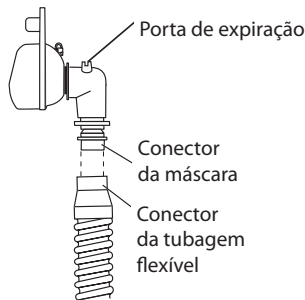

Figura 5-3 Conexão de uma máscara com uma porta de expiração integrada
- A. Se uma máscara com uma porta de expiração integrada estiver sendo usada, ligue o conector da máscara à tubagem do circuito, tal como indicado na Figura 5-3.